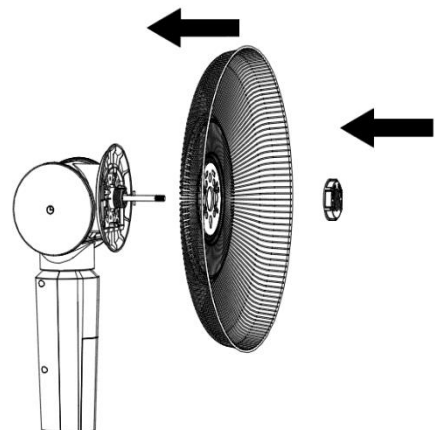

Рисунок 3
- C. Прикрепите заднюю решетку к передней крышке электродвигателя и совместите 3 точки позиционирования с отверстиями в решетке. Закрепите их гайкой крепления решетки (рис. 3).